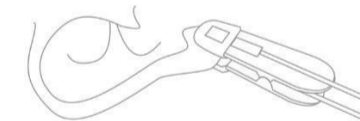

Figura 5 Sensore SpO₂ a clip da orecchio
5. Per il sensore SpO₂ a clip da orecchio, agganciare il sensore al lobo dell'orecchio del paziente, come mostrato nella Figura 5.